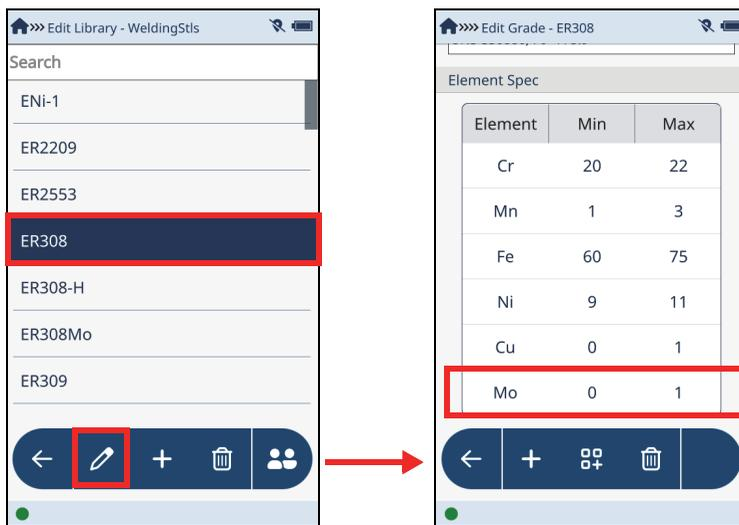

图 2-76 编辑库屏幕（左图），编辑牌号屏幕（右图）
2. 点击一个牌号，使其加亮显示，然后点击**Edit**（编辑）按钮（），打开**Edit Grade**（编辑牌号）屏幕（参见第88页的图 2-76）。